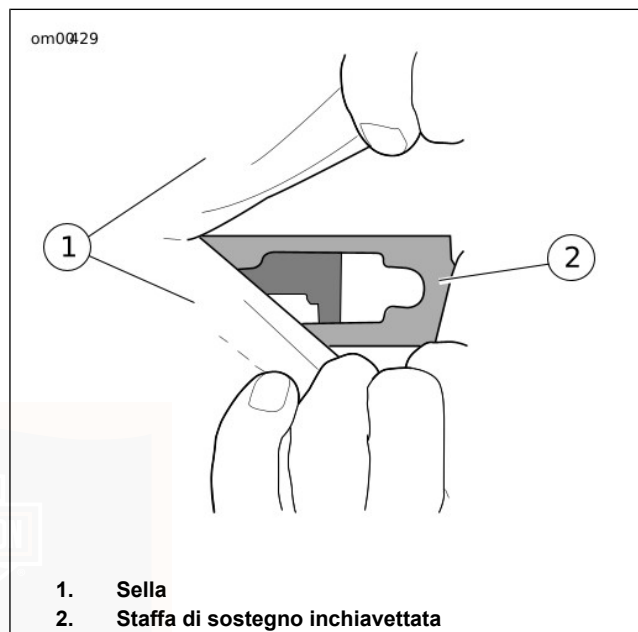

Figura 47. Staffa di montaggio dello schienale del pilota
3. Vedere Figura 47. Inserire i bracci di sostegno nella staffa di sostegno inchiodata. Scegliere uno dei tre fori di registrazione dell'altezza.